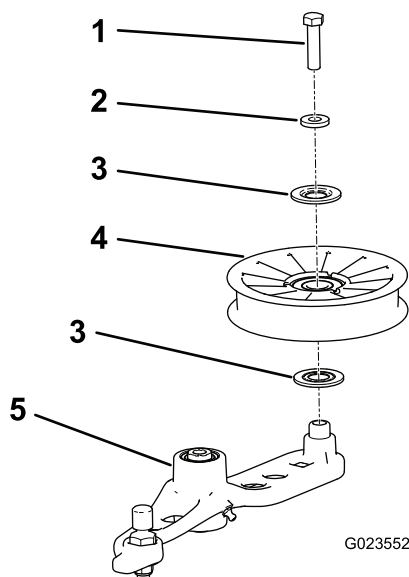

Figura 58
6. Rimuovete il bullone che fissa la vecchia puleggia tendicinghia al braccio di tensione e installate la nuova puleggia (Figura 58).